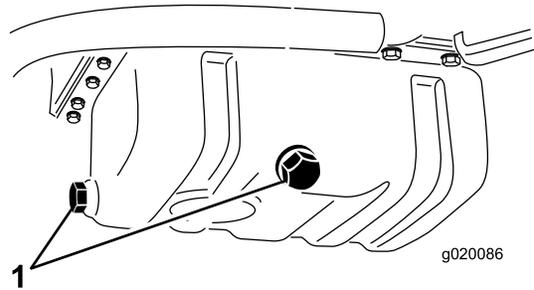

Figura 55
1. Retire o tampão de escoamento (Figura 55) e deixe o óleo escorrer para um recipiente adequado. Quando o óleo parar, volte a montar o tampão de escoamento.